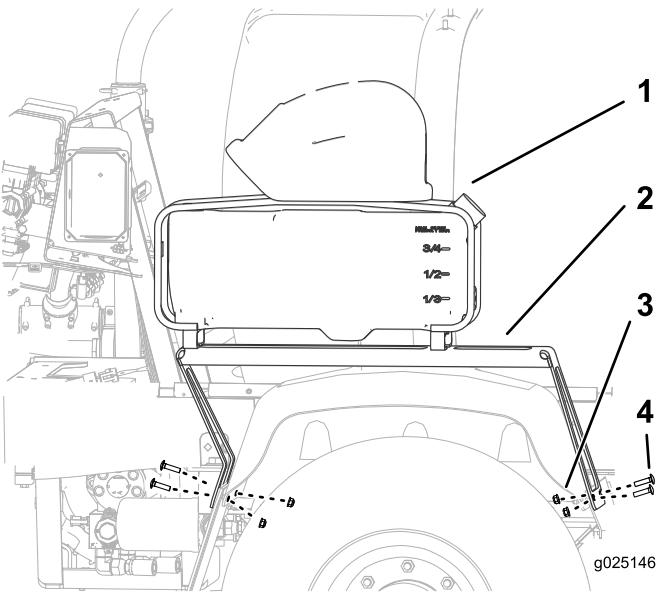

図 3
2. ブラケットを機体に取り付ける；ボルト(5/16 インチ)4本と、ナット(5/16 インチ)4個を使用して図3のよう取り付ける。